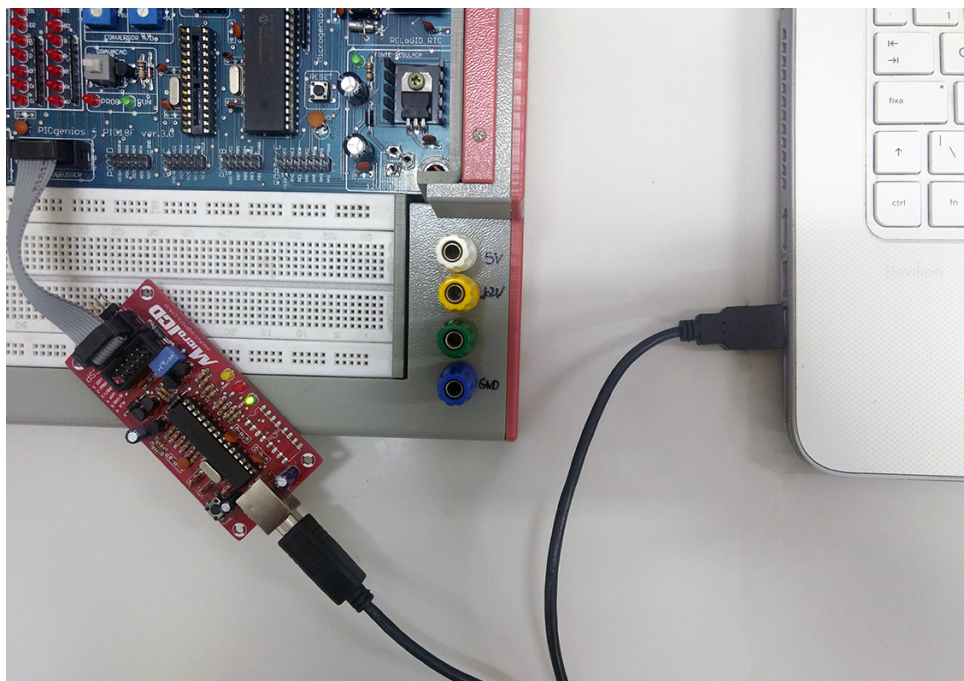

Figura 16: 3º Passo.
- **3º Passo:** Conecte a outra extremidade do programador ao cabo USB fornecido, e em seguida conecte este ao seu computador de trabalho (Figura 16).